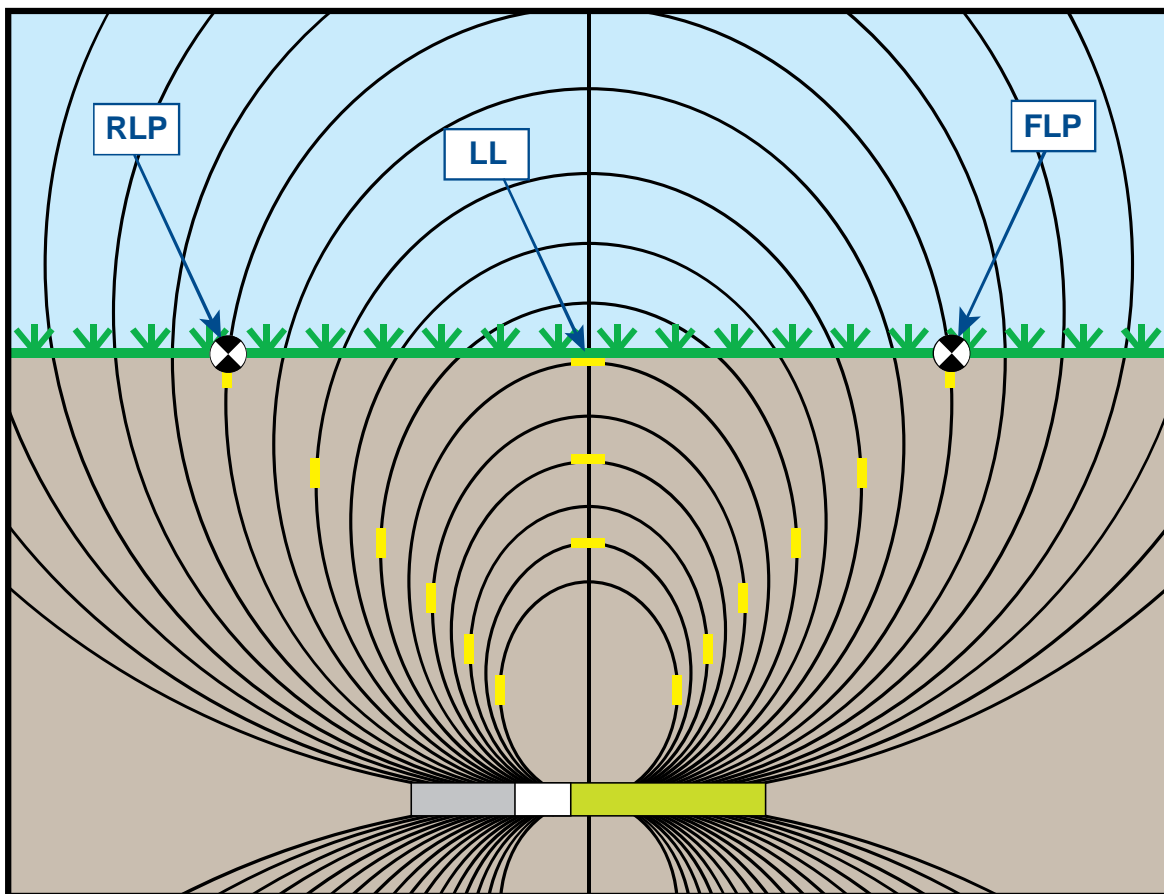

Figura B1. Campo de fluxo e geometria do FLP, RLP e LL (vista lateral)
O campo de sinal emitido pelo transmissor, conforme exibido na Figura B1, consiste de um conjunto de sinais elípticos ou linhas de fluxo. As linhas de fluxo indicam a posição do transmissor. Quando o transmissor está nivelado em relação ao solo, perceberá que a linha de localização (LL) está diretamente sobre o transmissor e a profundidade exibida no receptor é a profundidade real. Você também perceberá que os pontos de localização (FLP e RLP) estão equidistantes do transmissor. A localização da LL encontra-se na intersecção do solo e da componente horizontal do campo de fluxo e o FLP e RLP encontram-se onde as componentes verticais do campo de fluxo fazem intersecção com o solo. Algumas das componentes horizontais e verticais identificam-se por linhas amarelas curtas na Figura B1.